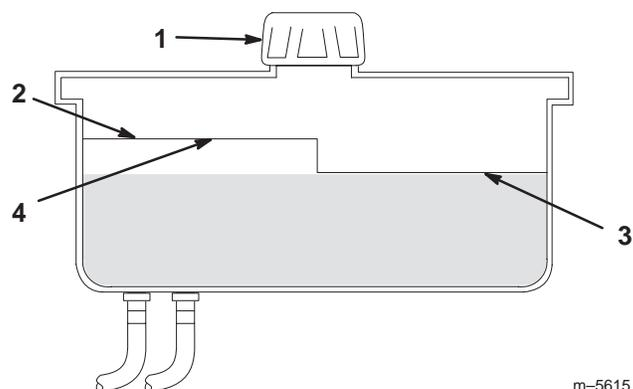

Figure 44
2. Nettoyez la surface autour du goulot de remplissage du réservoir hydraulique (Fig. 44).
3. Enlevez le bouchon du goulot de remplissage et vérifiez si le réservoir contient du liquide (Fig. 44).
Remarque : Lorsque l'huile est chaude, le niveau de liquide doit atteindre le haut du repère **à chaud** sur le déflecteur (Fig. 44).